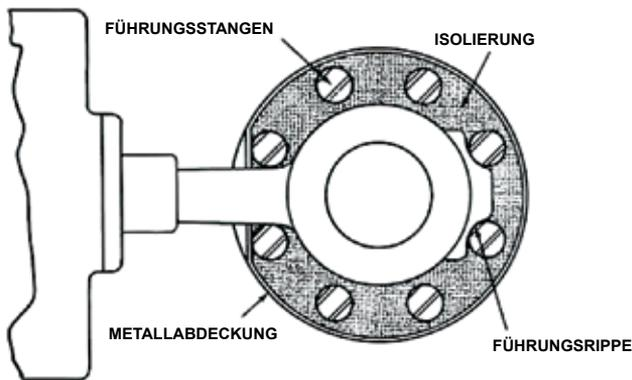

Abbildung 2
5. Bei Anwendungen, bei denen eine Wärmeisolierung des Ventilkörpers erforderlich ist, darf der Ventilaufsatz nicht isoliert werden. Abbildung 2 zeigt eine empfohlene Methode zur Isolierung.